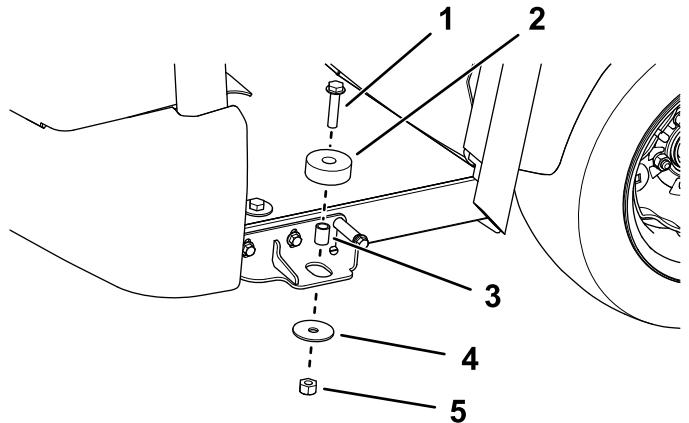

Figura 28
- Instale los 2 aislantes de goma con un perno con arandela prensada (1/2" x 2 1/4"), un espaciador, una arandela y una contratuerca a cada lado (Figura 28).